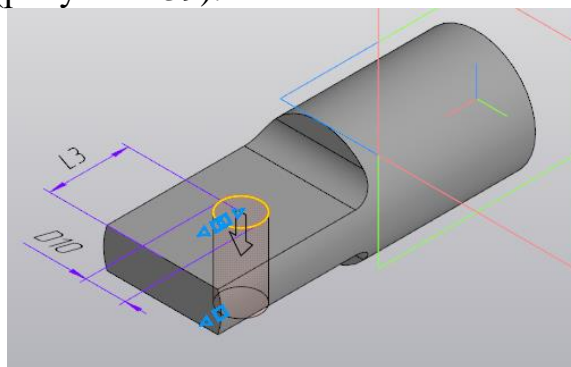

Рисунок 139.
10. Выполните **Вырезать выдавливанием**, задать прямое направление, выбрать способ построения **Через все** (рисунок 139).